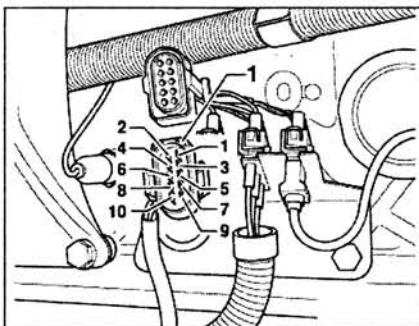

Рис. 3.29. Измерьте сопротивление между контактами 4 и 7 разъема проводки 1 топливного насоса.
9. Измерьте сопротивление между контактами 4 и 7 разъема проводки 1 топливного насоса (рис. 3.29).